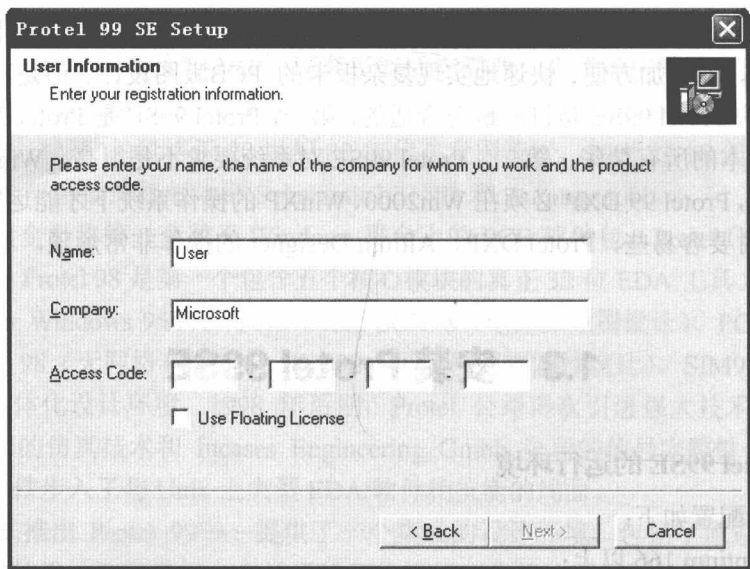

图 1-1 输入序列号对话框
(1) 运行 setup.exe 安装 Protel 99SE
① 选择 Protel 99SE 安装源文件夹,双击其中的 setup.exe 文件,启动 Protel 99SE 安装程序,弹出安装软件界面。
② 点击安装软件界面中的【Next】按钮,进入下一步。
③ 在图 1-1 窗口中输入 S/N 序列号后,点击【Next】按钮进入下一步。
④ 选择安装路径,点击【Next】按钮进入下一步。
⑤ 选择安装类型(默认为 Typical 典型安装),点击【Next】按钮进入下一步。
⑥ 在选择安装文件夹界面中直接点击【Next】按钮便开始安装。
⑦ 屏幕提示安装完毕,单击【Finish】按钮退出安装程序。此时桌面会出现 Protel 99SE 快捷图标 ,至此 Protel 99SE 软件安装完毕。
(2) 安装 Protel 99 SE service pack 6